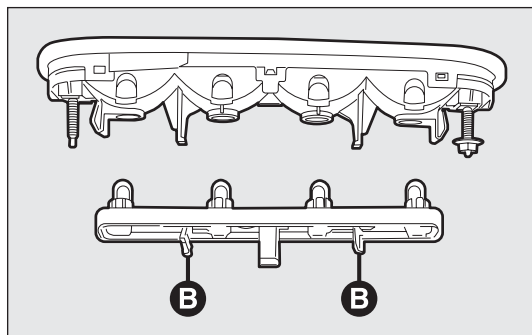

рис. 197
- ☐ надавите в противоположном направлении на язычки В – рис. 197 и снимите патрон;